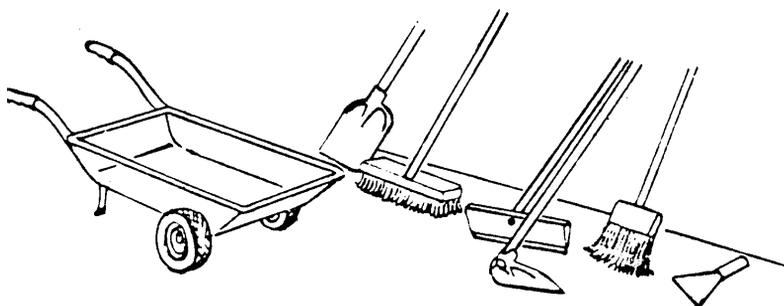

FIG. 26. Material necessário para limpeza.
a) Separe o seguinte material: escovão, rodo, enxada, vassoura, pá, espátula e carrinho de mão (Fig. 26).